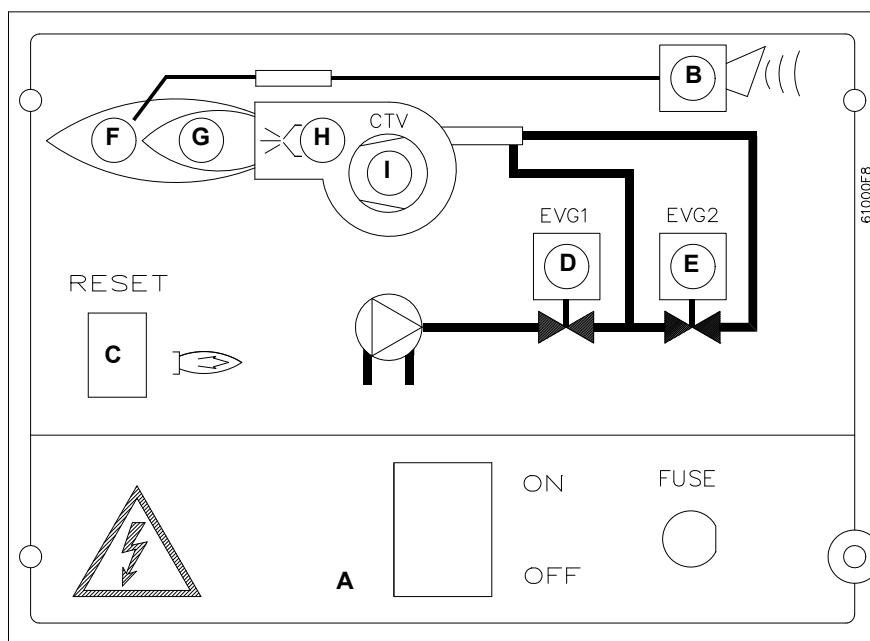

Fig. 13
- 3 poner en funcionamiento el quemador mediante el interruptor del panel de control (llevar a la posición **ON** - Fig. 13) y la serie de termostatos/presostatos;
- apagar el quemador ponendo a ON el interruptor principal A (Fig. 13): controlar que el equipo no esté en estado de bloqueo, eventualmente desbloquearla por medio del botón de desbloqueo RESET (C), presente en el panel de control del quemador - védi "FUNZIONAMENTO/FUNCIONAMIENTO" a pagina 29)